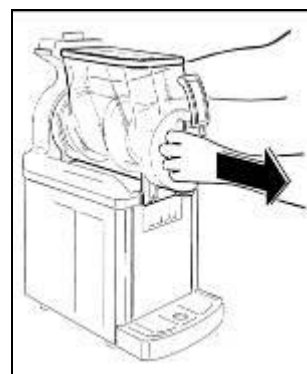

Fig. 8
- Tirare la vasca verso l'esterno e liberarla dalla propria sede (fig.8).